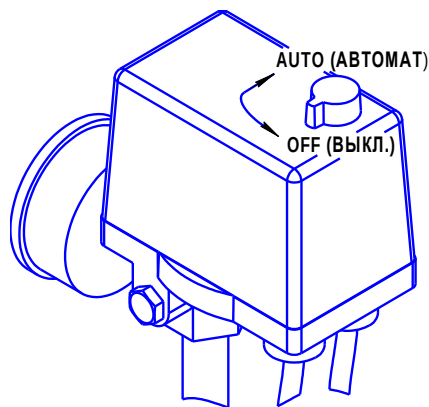

Рисунок 4
- 1 Проверьте, чтобы выключатель на прессостате находился в выключенном положении "OFF" (см. рисунок 4).
Для пуска компрессоров СБ4/С-50.LB30, СБ4/С-100.LB30, СБ4/С-100.LB30В, СБ4/С-200.LB30 после срабатывания защиты выполните следующие действия: после того, как двигатель остынет до допустимой температуры переключите выключатель на прессостате в положение "OFF" (см. рисунок 4), а затем включите компрессор переключив выключатель в положение "AUTO".